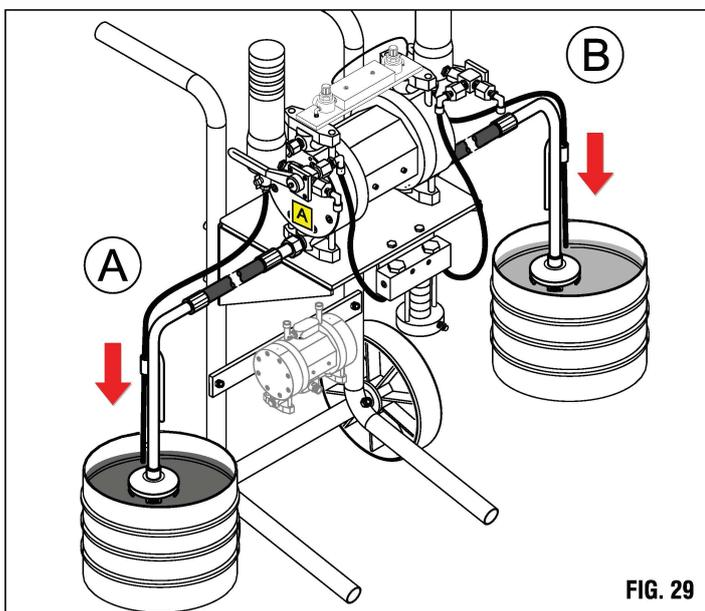

FIG. 29
- 3) Inserire i tubi di aspirazione e di ricircolo all'interno dei contenitori. Questa operazione viene eseguita manualmente, ancorando il tubo di aspirazione al bordo del contenitore tramite l'apposito gancio (fig.29).